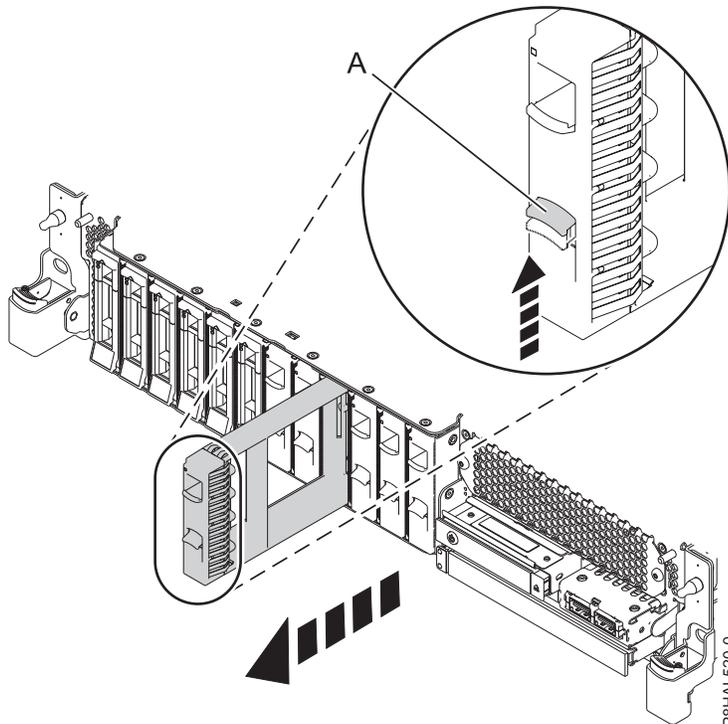

Figure 31. Retrait d'un obturateur d'unité de disque d'un système à fonction de base
- a. Appuyez sur le verrou (A) situé sur la poignée de l'obturateur dans la direction indiquée à la figure 31, à la page 34.